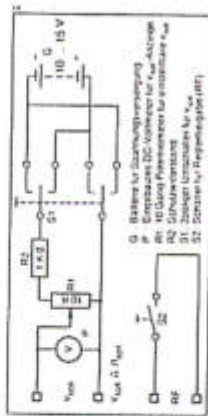

Abb. 12: Batteriespeisegerät
- Batteriespeisegerät für einstellbare Sollwertgaben bis ±10 V (siehe Abb. 12).